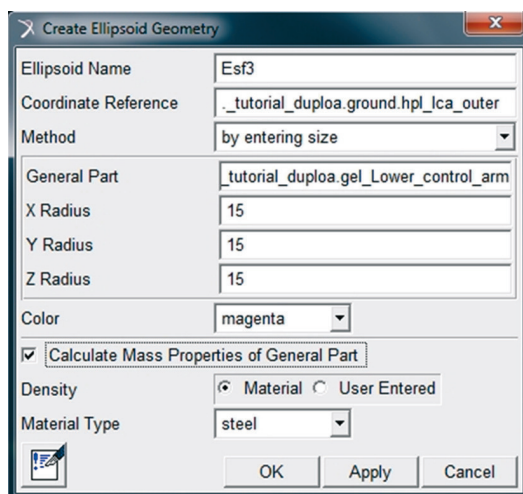

Figura 5.27 – Preenchimento da caixa de diálogo para criação da terceira esfera.
- A terceira esfera será construída na intersecção dos *Links* 1 e 2. A Figura 5.27 ilustra o preenchimento da janela *Create Ellipsoid Geometry* para construção dessa geometria.